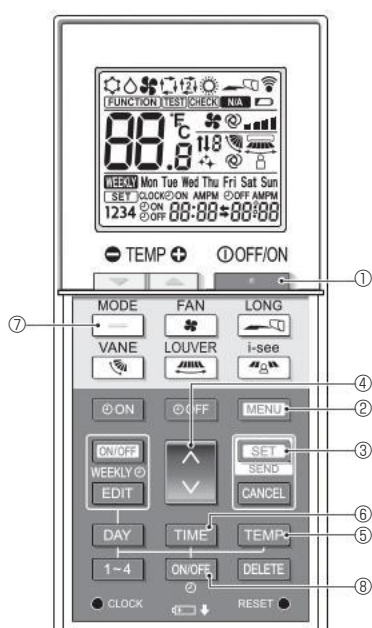

Fig. 7-9
2. Tryk på **MENU** B-knappen. Skærmen til funktionsindstilling vises, og funktionsnr. A blinker. (Fig. 7-9) Tryk på **DOWN** D-knappen for at ændre funktionsnr.